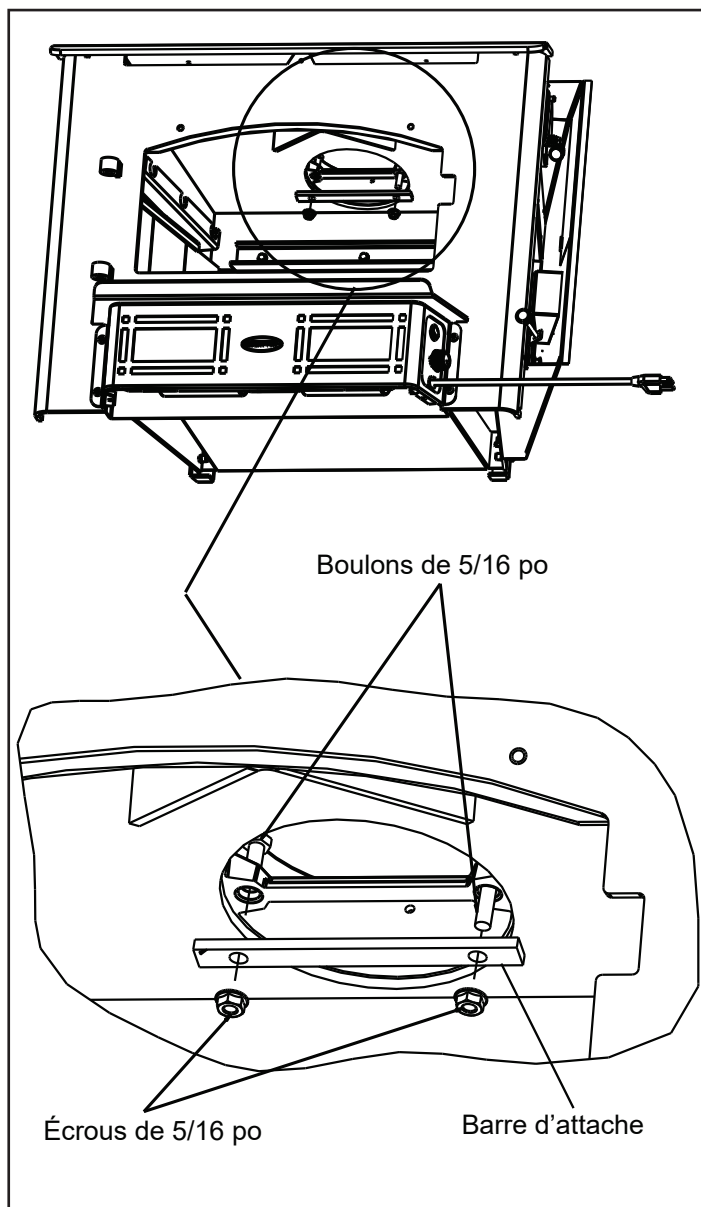

Figure 21.1
1. Une fois l'appareil en place et fixé, atteignez et saisissez la barre de fixation à travers l'ouverture de la cheminée et tirez-la vers le bas à l'intérieur de l'ouverture de la cheminée. **Figure 21.1.**